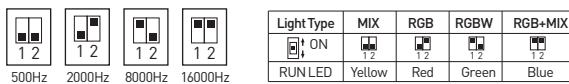

Рис. 2. Положение DIP-переключателей
5. Настройте режим работы. Установите необходимый режим работы положением Dip-переключателей, индикатор загорится соответствующим цветом. (Рис. 2. Положение DIP-переключателей).